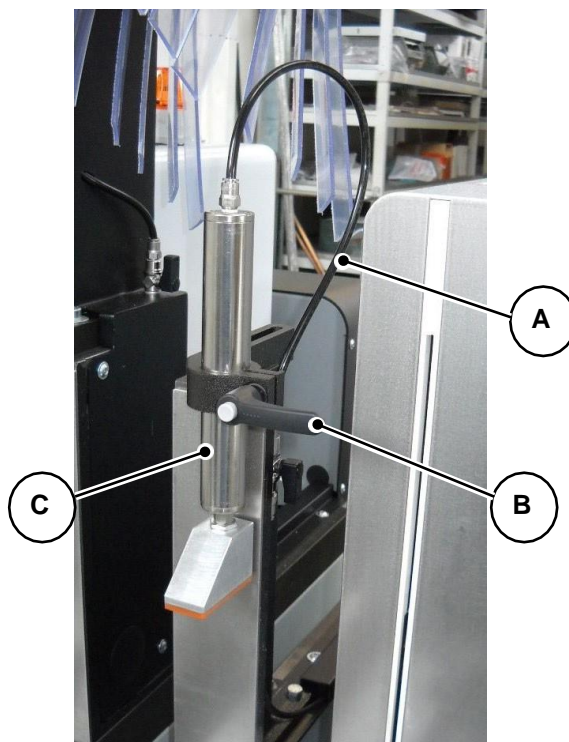

Fig. 09-13
3. Desconectar a mangueira "A" (Fig. 09-13).
4. Desapertar o manípulo de desbloqueio "B" (Fig. 09-13) e extrair o cilindro "C" (Fig. 09-13).